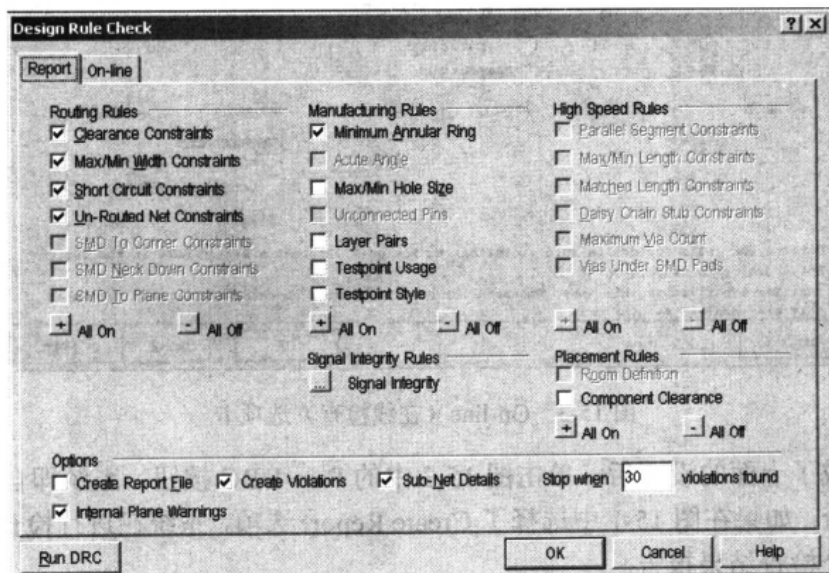
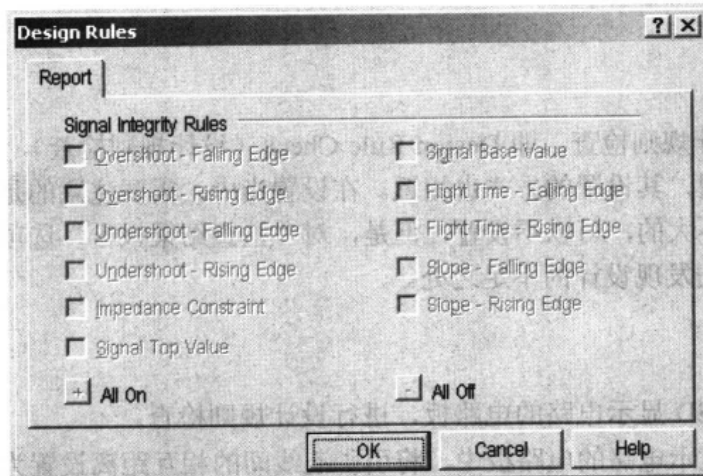
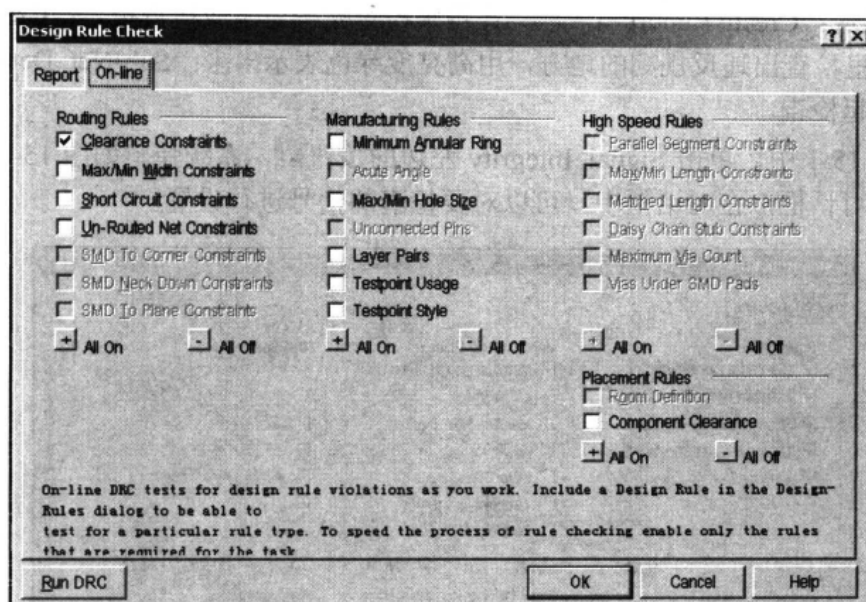

图 15-1 Design Rule Check (设计规则检查) 对话框
图 15-2 设置信号检查对话框
图 15-3 On-line (在线检查) 选项卡
(1) 运行 Protel 99 SE, 打开 PCB 文件。
(2) 执行 Tools|Design Rule Check 命令, 系统弹出如图 15-1 所示的 Design Rule Check (设计规则检查) 对话框。DRC 对话框包括 Report 选项卡和 On-line 选项卡。其中, Report 选项卡用于设置以报表形式生成规则检查结果的各个选项, 而 On-line 选项卡则用于设置以在线方式检查规则的各个选项。
在 Report 对话框中可以对 Routing Rules (布线规则)、Manufacturing Rules (制造规则) 和 High Speed Rules (高速规则) 进行设置。如果图 15-1 中的 Create Report 选项不选择的话, 在执行了设计规则检查后, 将不会产生检查结果报告。
- (3) 在图 15-1 中, 单击 Signal Integrity 左边的按钮..., 系统弹出如图 15-2 所示的信号检查对话框, 在对话框中, 可以对要检查的信号进行设置。
- (4) 单击 On-line 标签, 出现如图 15-3 所示的 On-line 选项卡, 可以对设计规则的在线检查进行相应设置。这对手工布线是非常有用的。在手工布线过程中, 可以让 DRC 在后台运行, 实时的进行设计规则检查, 以防止违反设计规则。On-line 选项卡的设置与 Report 的设置基本相同。
- (5) 在完成了上面的设置后，单击图 15-3 中的 Run DRC 按钮，系统即自动执行设计规则检查。如果在图 15-1 中选择了 Create Report 选项，系统在进行检查后，将自动产生一个检查结果报告。